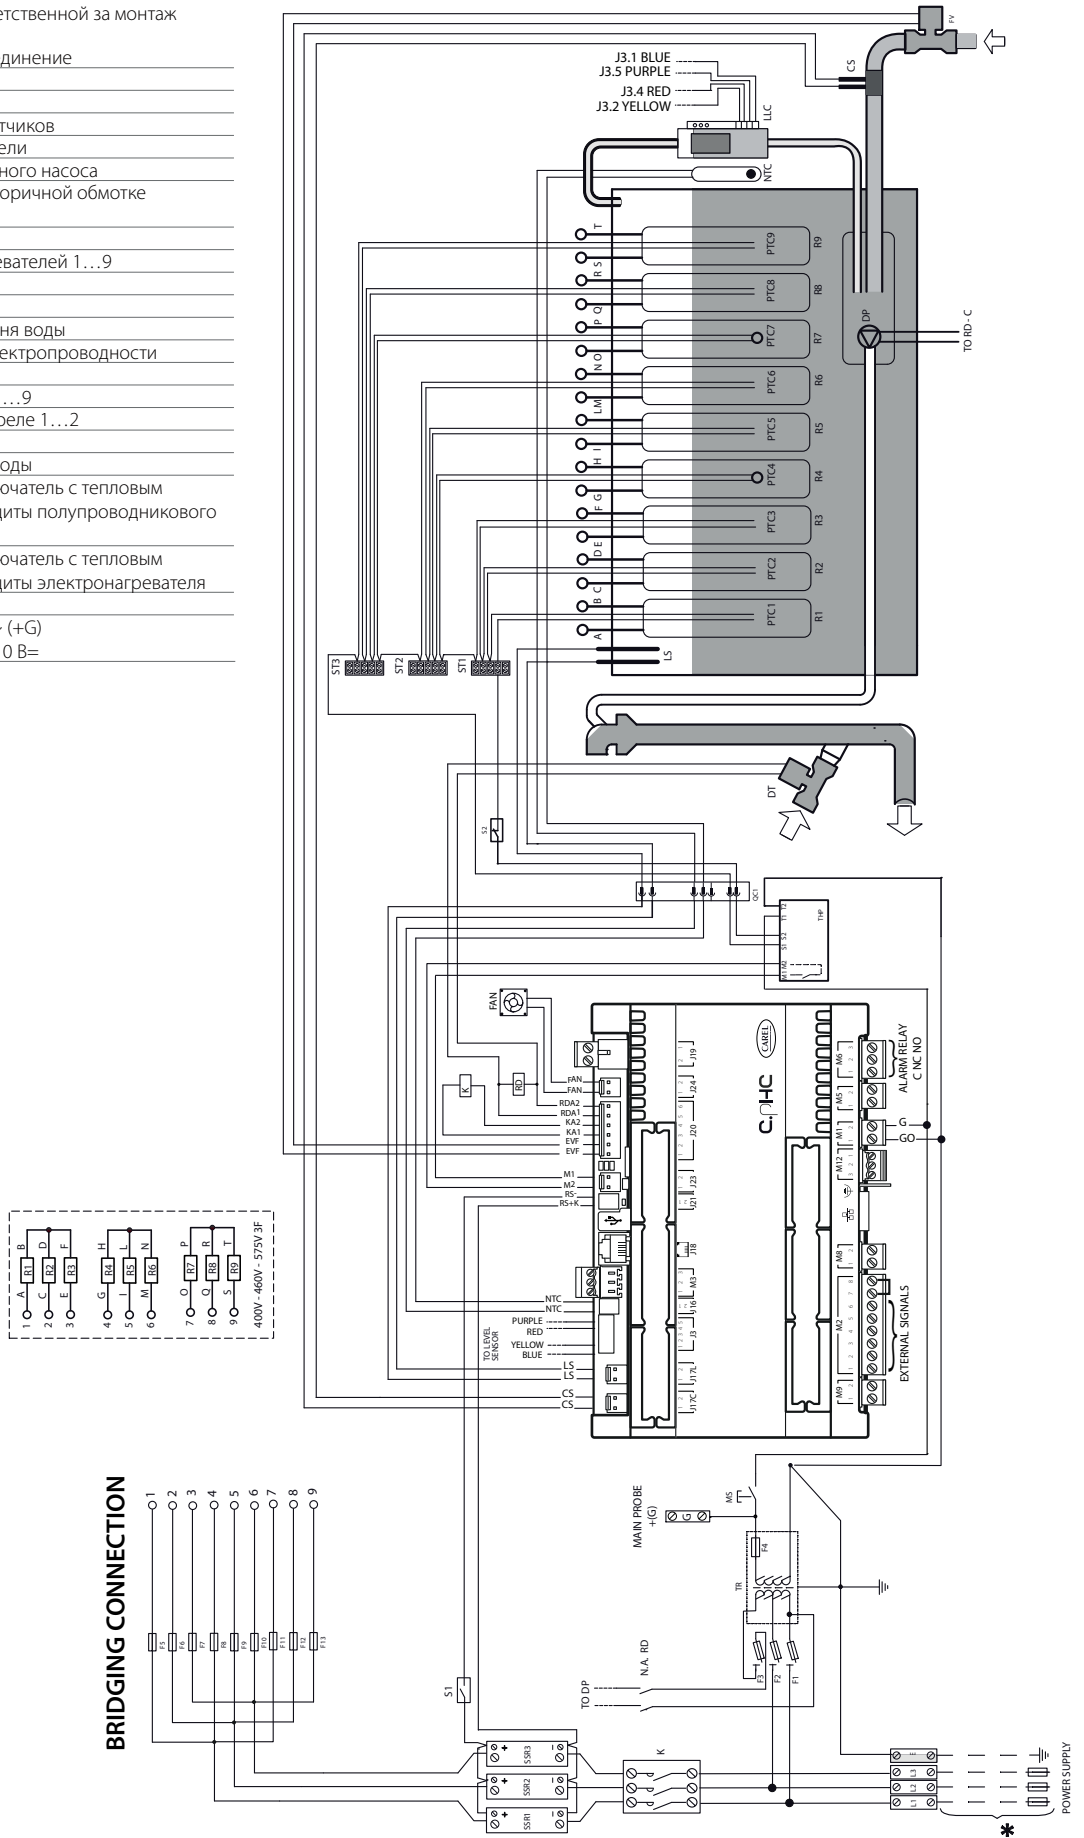

Рис. 15.р
| UR002 | 2,0 (4,4) | 2,0 | U | 208 | 1 x 2012 | - | 9,7 | 2,5 | 10 / быстр. | - | Рис. 16а | - | Рис. 15.а |
| | 2,0 (4,4) | 2,0 | D | 230 | 1 x 1952 | - | 8,5 | 2,5 | 10 / быстр. | Рис. 16а | Рис. 16а | Рис. 15.б | Рис. 15.а |
| UR004 | 4,0 (8,8) | 3,6 | U | 208 | 1 x 3605 | - | 17,3 | 2,5 | 25 / быстр. | - | Рис. 16а | - | Рис. 15.а |
| | 4,0 (8,8) | 3,3 | D | 230 | 1 x 3306 | - | 14,4 | 2,5 | 20 / быстр. | Рис. 16а | Рис. 16а | Рис. 15.б | Рис. 15.а |
| UR006 | 6,0 (13,2) | 4,8 | U | 208 | 3 x 1597 | - | 23 | 6 | 32 / быстр. | - | Рис. 16б | - | Рис. 15.с |
| | 6,0 (13,2) | 4,7 | D | 230 | 3 x 1555 | - | 20,3 | 6 | 25 / быстр. | Рис. 16б | Рис. 16б | Рис. 15.д | Рис. 15.с |
| | 6,0 (13,2) | 4,8 | W | 208 | 3 x 1597 | Δ | 3 x 13,3 | 2,5 | 16 / быстр. | - | Рис. 16.д | - | Рис. 15.е |
| | 6,0 (13,2) | 4,7 | K | 230 | 3 x 1555 | Δ | 3 x 11,7 | 2,5 | 16 / быстр. | Рис. 16.д | Рис. 16.д | Рис. 15.ф | Рис. 15.е |
| | 6,0 (13,2) | 4,7 | L | 400 | 3 x 1568 | Y | 3 x 6,8 | 2,5 | 10 / быстр. | Рис. 16.с | Рис. 16.с | Рис. 15.ф | Рис. 15.е |
| | 10,0 (22) | 8,1 | W | 208 | 3 x 2703 | Δ | 3 x 22,5 | 6 | 32 / быстр. | - | Рис. 16.д | - | Рис. 15.е |
| UR010 | 10,0 (22) | 7,4 | K | 230 | 3 x 2460 | Δ | 3 x 18,5 | 6 | 25 / быстр. | Рис. 16.д | Рис. 16.д | Рис. 15.ф | Рис. 15.е |
| | 10,0 (22) | 7,4 | L | 400 | 3 x 2480 | Y | 3 x 10,7 | 2,5 | 16 / быстр. | Рис. 16.с | Рис. 16.с | Рис. 15.ф | Рис. 15.е |
| | 10,0 (22) | 7,8 | M | 460 | 3 x 2603 | Y | 3 x 9,8 | 2,5 | 16 / быстр. | Рис. 16.с | Рис. 16.с | Рис. 15.ф | Рис. 15.е |
| UR013 | 13,0 (28,6) | 9,9 | K | 230 | 3 x 3306 | Δ | 3 x 25 | 6 | 32 / быстр. | Рис. 16.д | Рис. 16.д | Рис. 15.ф | Рис. 15.е |
| | 13,0 (28,6) | 10,0 | L | 400 | 3 x 3333 | Y | 3 x 14,4 | 2,5 | 20 / быстр. | Рис. 16.с | Рис. 16.с | Рис. 15.ф | Рис. 15.е |
| | 13,0 (28,6) | 9,8 | M | 460 | 3 x 3280 | Y | 3 x 12,4 | 2,5 | 16 / быстр. | Рис. 16.с | Рис. 16.с | Рис. 15.ф | Рис. 15.е |
| | 13,0 (28,6) | 9,7 | N | 575 | 3 x 3240 | Y | 3 x 9,8 | 2,5 | 16 / быстр. | - | Рис. 16.с | - | Рис. 15.е |
| UR020 | 20,0 (44) | 16,2 | W | 208 | 3 x 5407 | Δ | 3 x 45,0 | 16 | 60 / быстр. | - | Рис. 16.ф | - | Рис. 15.г |
| | 20,0 (44) | 15,1 | K | 230 | 3 x 5038 | Δ | 3 x 37,9 | 16 | 60 / быстр. | Рис. 16.ф | Рис. 16.ф | Рис. 15.г | Рис. 15.г |
| | 20,0 (44) | 15,2 | L | 400 | 3 x 5079 | Y | 3 x 22,0 | 6 | 32 / быстр. | Рис. 16.е | Рис. 16.е | Рис. 15.г | Рис. 15.г |